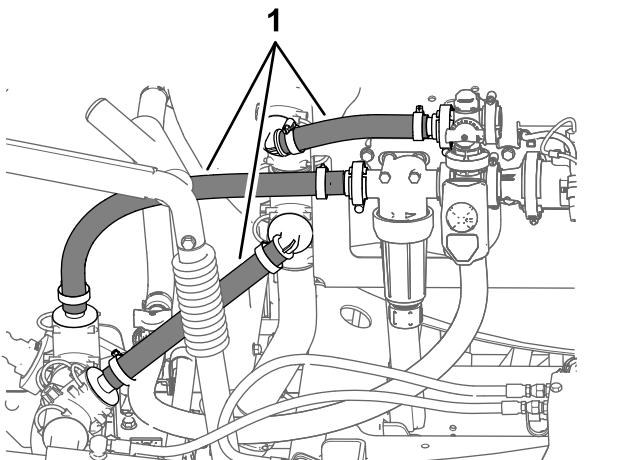

Рисунок 3
- Снимите 3 шланга, показанные на Рисунок 3.